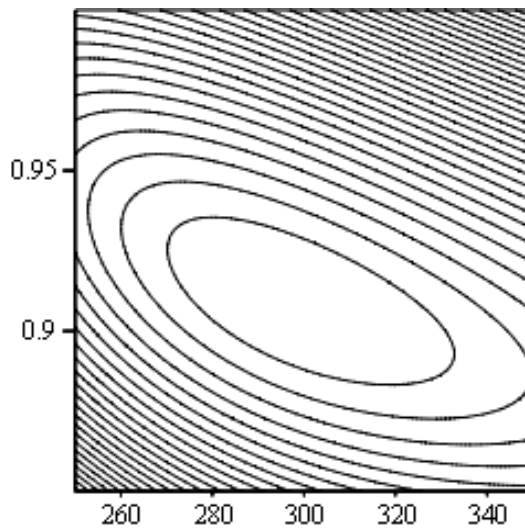

Рис. 11.4. Вид линий уровня функции потерь вблизи точки оптимума
17. Вывести полученные значения на диаграмму, представив ее в виде линий уровня, аналогично предыдущему пункту. Видно (рис. 11.4), что минимум функции находится в точке, найденной решением задачи.